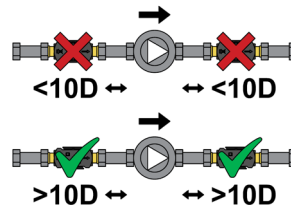

Fig.3
3. Non posizionare il sensore di flusso immediatamente prima o dopo una pompa di circolazione (**Fig.3**);